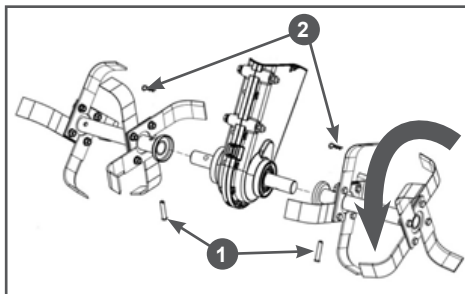

Рис. 4 Установка фрез
3. Установите собранные фрезы на выходной вал коробки передач, закрепите их пальцами 1 и шплинтами 2 (Рис. 4).